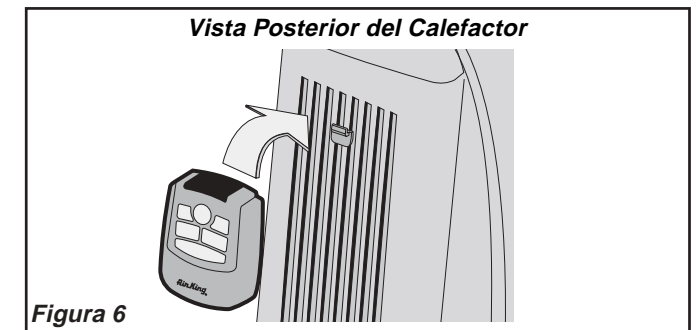

Figura 6
3. El gancho del control remoto está ubicado en la parte posterior del calefactor. (Figura 6)